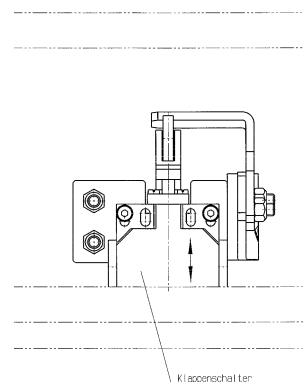

Abb. 5
Bei völlig gedrücktem Rollenhebel muss der Verriegelungsbolzen den Schnapper (Türdrucksicherung) und die Rippe (Fehlschließsicherung) in deren Bewegungsraum frei sein (Abb. 5).
- Bei gedrücktem Rollenhebel muss sich die Türdrucksicherung frei bewegen können (Abb. 5)